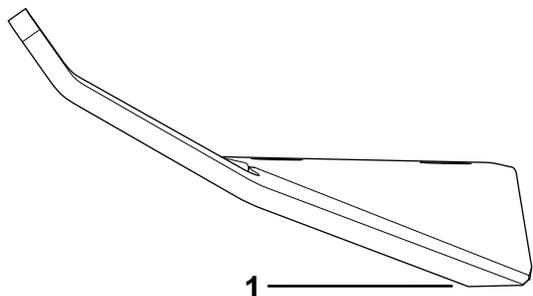

Figura 108
1. Utilize uma lima ou ferramenta de afiar para afiar a aresta de corte em ambas as extremidades do conjunto da lâmina (Figura 108).